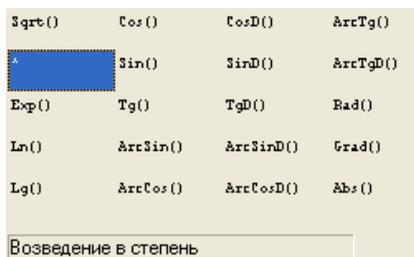

Рис.25
*!! Для ввода операторов и функций необходимо щелкнуть правой кнопкой мыши в поле ввода аналитических зависимостей. Из появившегося контекстного меню выбрать нужный оператор или функцию (Рис.25).*